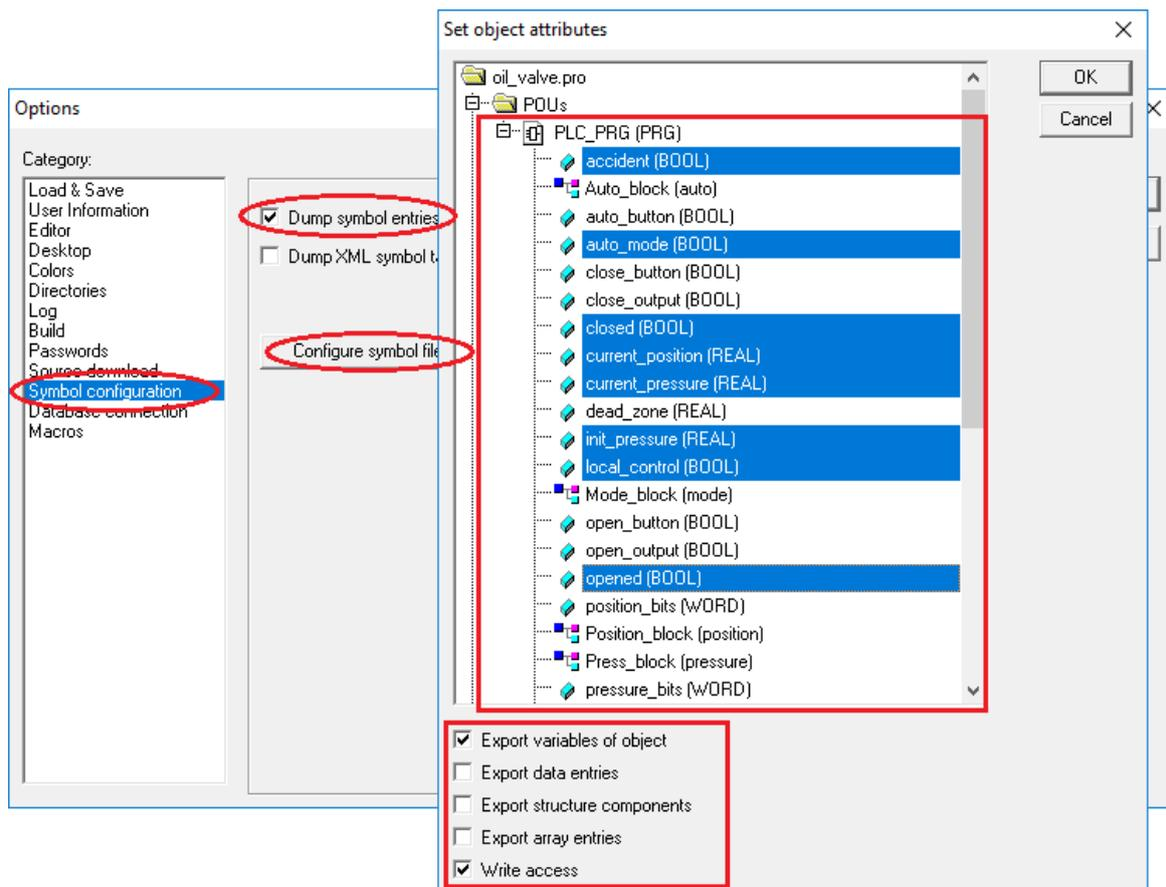

Рис. 42. Конфигурация символьного файла
15. Сформируйте символьный файл с тегами OPC переменных. Для этого откройте опции проекта в *Project/Options*. Далее зайдите в символьную конфигурацию и в окне установки атрибутов выберите все те переменные программы PLC_PRG (п. 16). Эти переменные отвечают за следующее: приём сигналов с электрических кнопок, приём сигналов с кнопок и датчиков от SCADA системы, вывод управляющих сигналов с контактных разъёмов контроллера, посылку сигналов в SCADA систему (рис. 42).